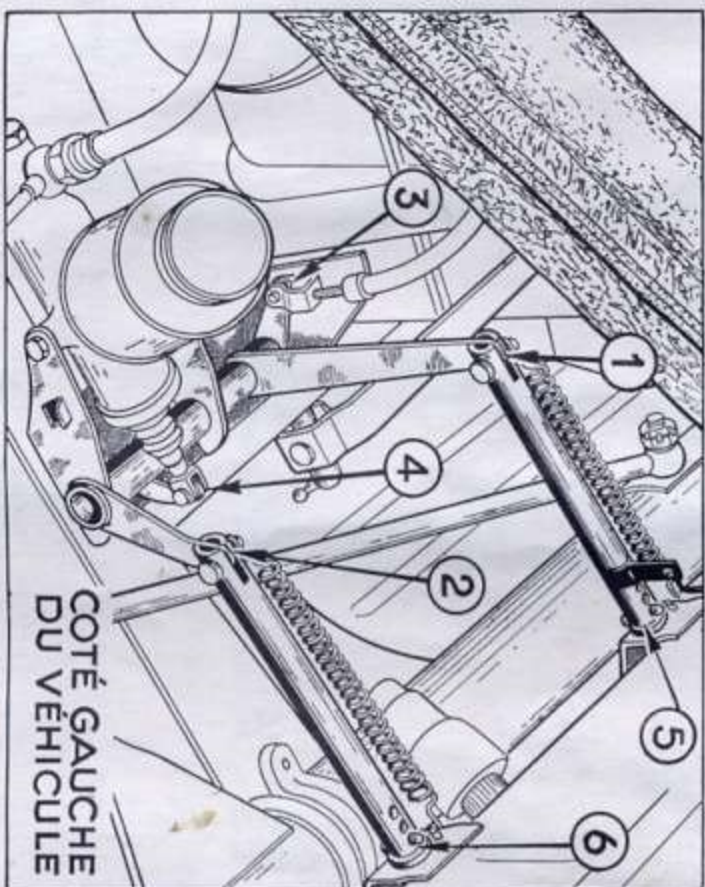

Fig. 19. — GRAISSAGE DES ARTICULATIONS (côté gauche du véhicule)
(Il est nécessaire de nettoyer ces points avant de les graisser). Graissez aussi les articulations (1) : Un peu d'huile moteur en 1, 2, 3, 4 et sur la partie coulissante des tiges de pédales en 5 et 6 (fig. 19).
(1) Ne graissez jamais la bague d'articulation située en haut du levier de changement de vitesse sous le capot ni les bagues de coulisement de la tige de commande.